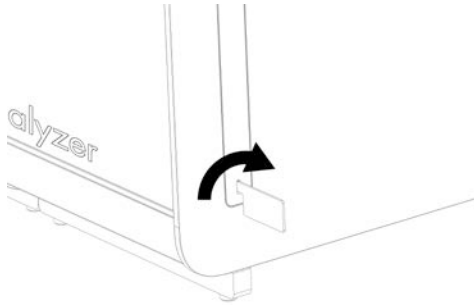

Abbildung 5: Entfernen der Schutzabdeckungen
2. Entfernen Sie die Schutzabdeckungen von der Seite des Analysemoduls mit dem dafür vorgesehenen, im Lieferumfang des QIAstat-Dx Analyzer 1.0 enthaltenen Werkzeug (Abbildung 5).